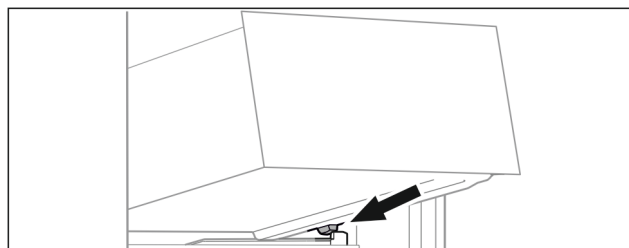

Fig. 98
- ▶ Așezați sertarul oblic în spatele opritoarelor pe nervura recipientului. (vezi Fig. 98)